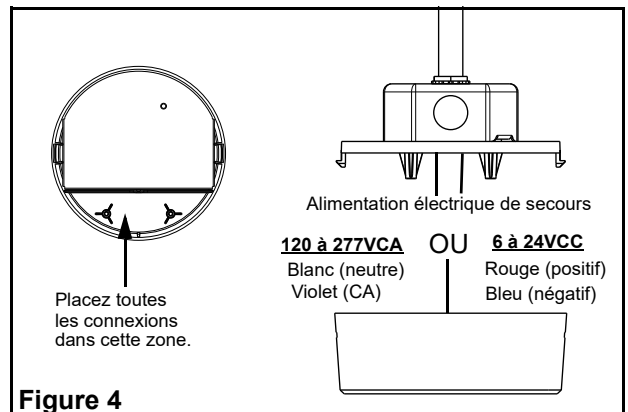

Figure 4
7. Connexions électriques: (voir fig. 4)
8. Positionner les connexions des câbles d'alimentation CA ou CC dans la zone désignée dans le boîtier et enclencher le boîtier sur la plaque arrière. (voir fig. 4)